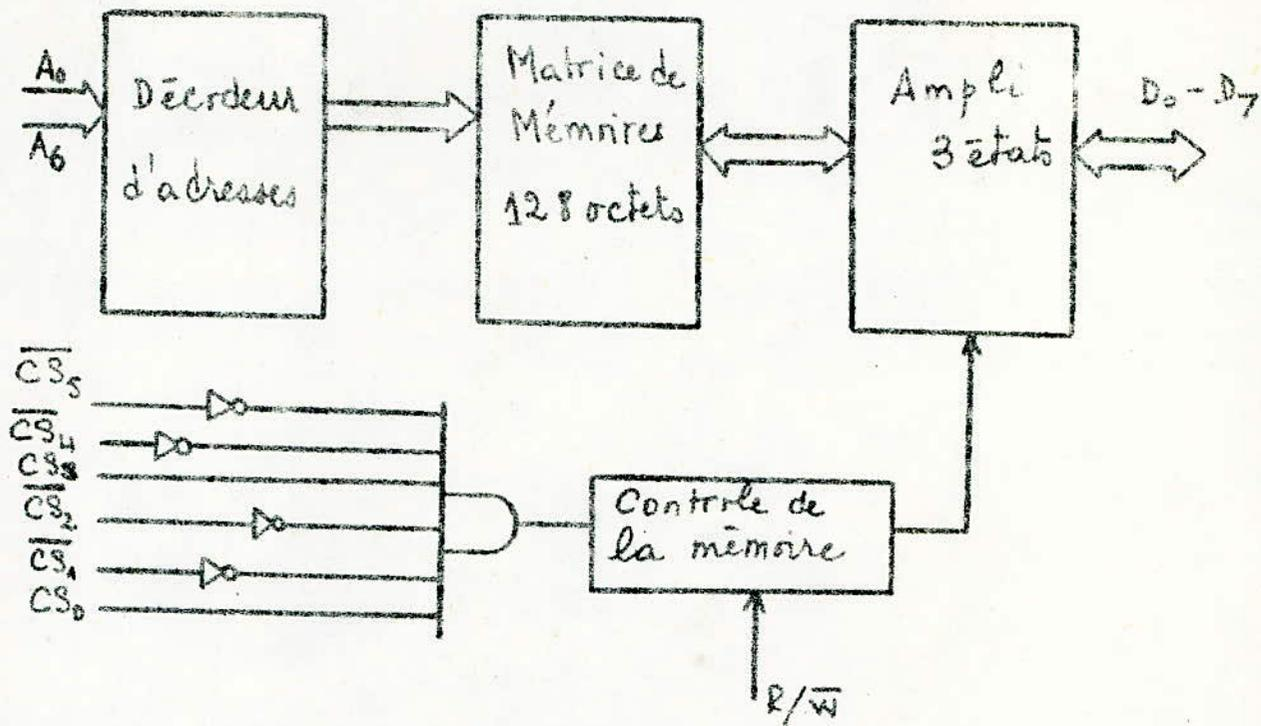

FIG 9
b) - SCHEMA FONCTIONNEL ET BROCHAGE : (fig 9)